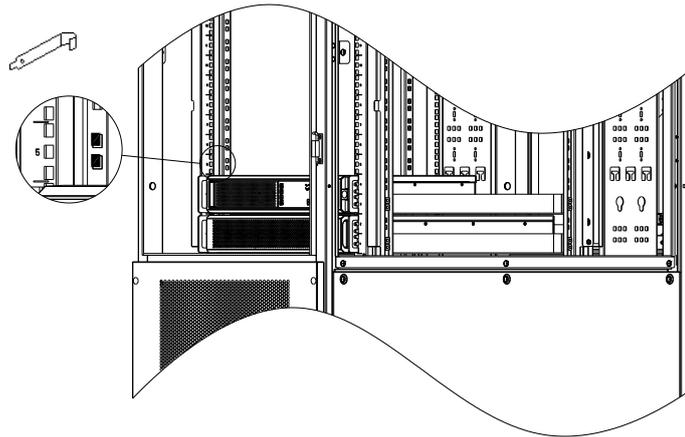

图2-18 在机柜立柱上安装导轨浮动螺母
- c) 拆除机柜两个侧板，在所有四根立柱上侧面第 5U 位对应的两个方孔上安装浮动螺母（8 个），如图 2-18 所示。